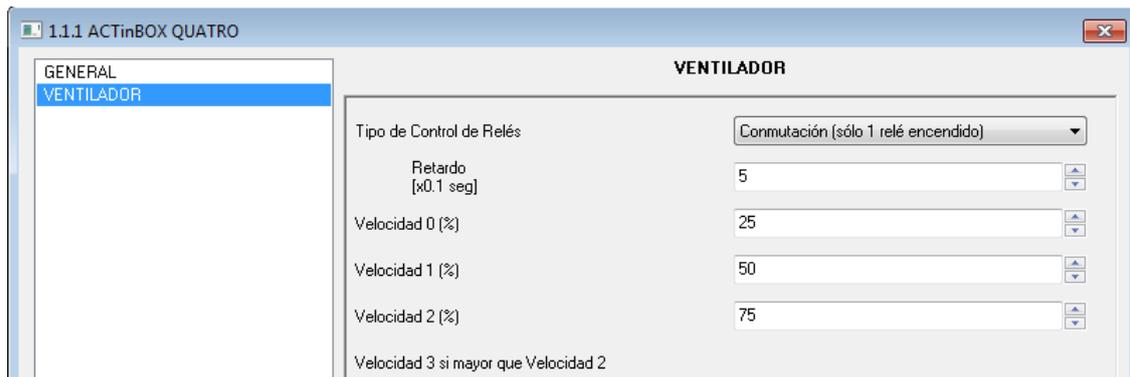

Figura 3.5. Control aplicado al ventilador
- **Conmutación** (sólo 1 relé encendido): sólo una de las 3 salidas del actuador estará activa para cada nivel de ventilación. Ver Figura 3.5.